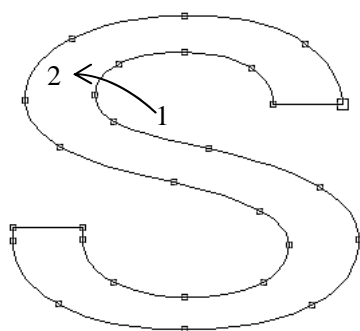

图 2-23
- (2) 如果斜线下刀的位置在笔画的内角，切割完成后带下的残料不利于后续处理。如图 2-23 所示，斜线下刀从 1 到 2 的位置处如果留下残料，将不利于处理。